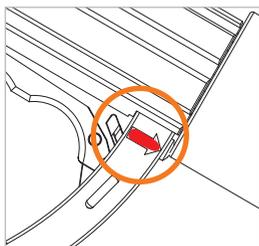

Abbildung 24
- ▶ Ziehen Sie den Verriegelungshebel (Pos. 6) in Pfeilrichtung zurück (*Abbildung 24*), um den Verriegelungsmechanismus zu lösen und den Betätigungshebel (Pos. 7) in die OFF-Stellung zu bringen.